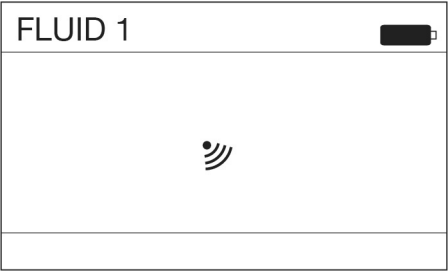
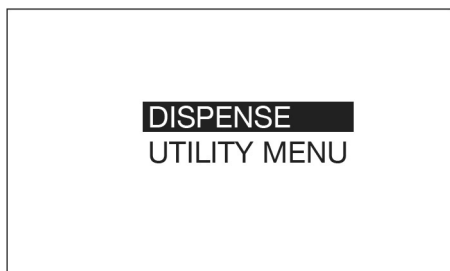

图 55
图 69
1. 按下键盘中间的 ENTER 按钮以激活流量计，将其从睡眠模式中唤醒。显示图 55 中所示的屏幕。
注意：图 55 中的屏幕仅在流量计第一次通电时才出现在预设模式中。首次开机后，预设模式下的流量计必须 **重置** 进入此屏幕。请参见**重置**说明，第 22 页。
1. 按下键盘中间的 ENTER 按钮以激活流量计。显示图 55 中所示的屏幕。
2. 再次按下键盘中央的 ENTER 按钮，可绕过图 55 中的屏幕。显示图 69 中所示的主菜单屏幕。